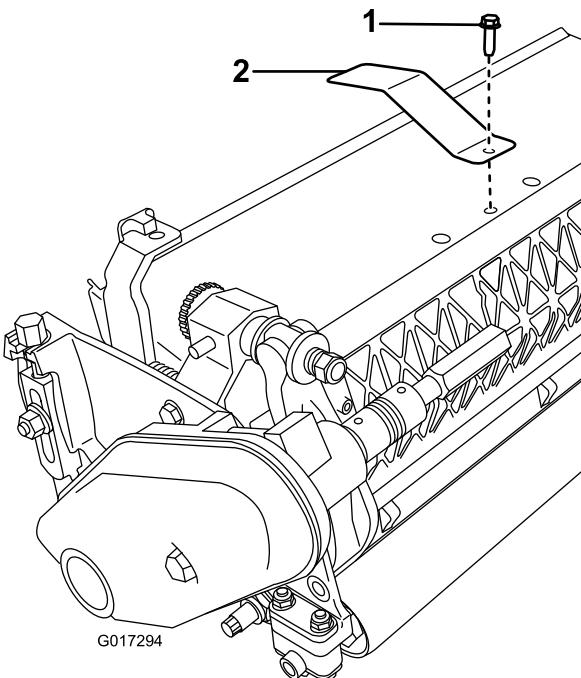

Figura 3
2. Rimuovete il bullone centrale del carter dell'erba (Figura 3).
3. Montate la piastra di misurazione sopra l'elemento di taglio tramite il bullone che avete rimosso in precedenza (Figura 3).